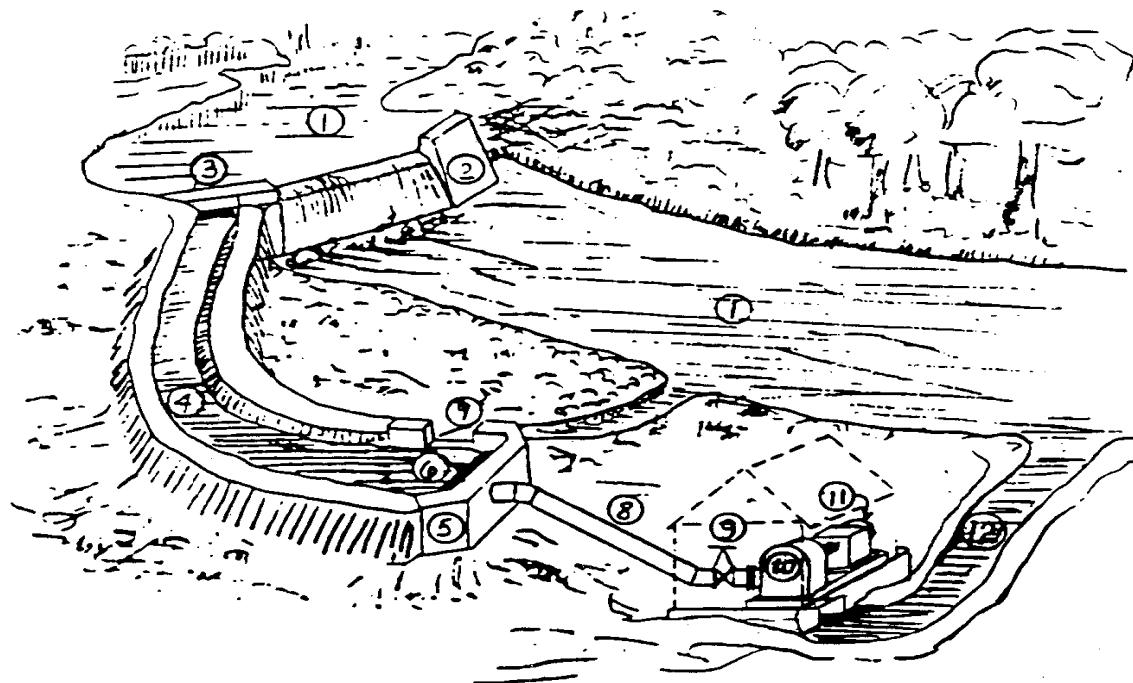

Figure 10. A typical installation for a low-output water power plant
14. O outono que é partido pelo penstock é então: $140 - 4.5 = 135.5$ Pés de . Figure 10 dão 5.7 polegadas como o diâmetro de penstock exigido